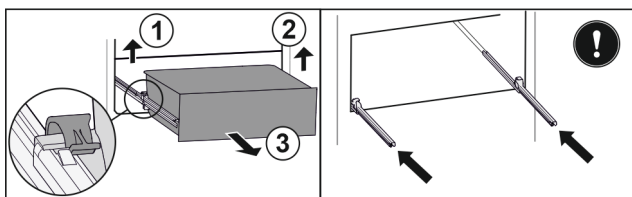

Fig. 93
- ▶ Nadvihnite ľavú svorku a súčasne ťahajte zásuvku vľavo dopredu. Fig. 93 (1)
- ▶ Nadvihnite pravú svorku a súčasne ťahajte zásuvku vpravo dopredu. Fig. 93 (2)
- ▶ Odoberte zásuvku dopredu. Fig. 93 (3)